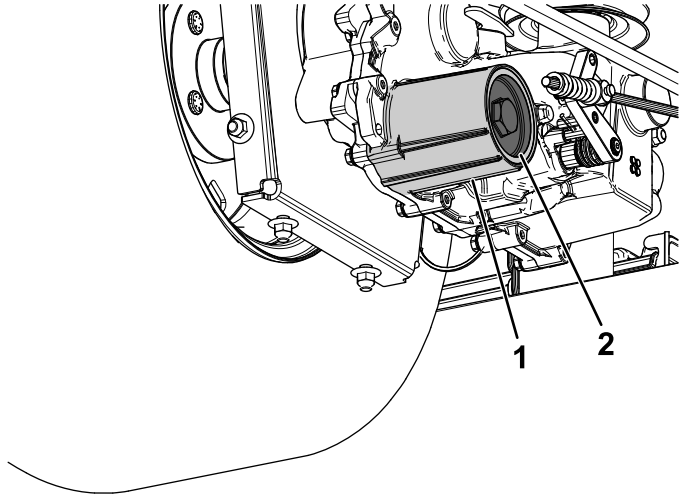

Figure 88
7. Déposez le couvercle du filtre à huile hydraulique de la boîte-pont pour vidanger le liquide (Figure 88).